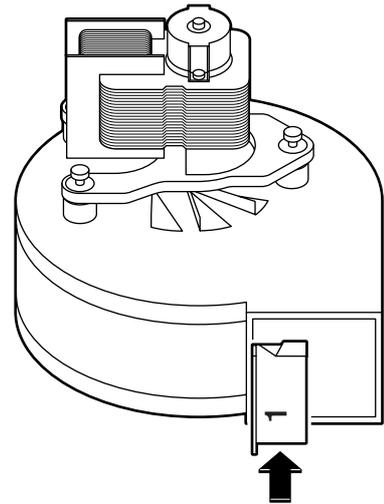

**Bild 14**
- Schrauben an der Saugseite des Abgasventilators (226) entfernen (Bild 14) und Drosselscheibe Ø 63 (7.4) an der Saugseite des Abgasventilators (226) befestigen (Bild 15).